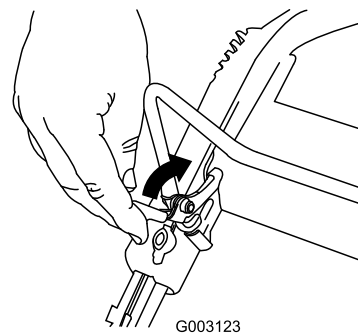

Figure 21
Pour arrêter le moteur, appuyez sur le bouton d'arrêt du moteur (Figure 21) jusqu'à l'arrêt du moteur.
1. Tirez le verrou de la barre de commande en arrière (Figure 21).